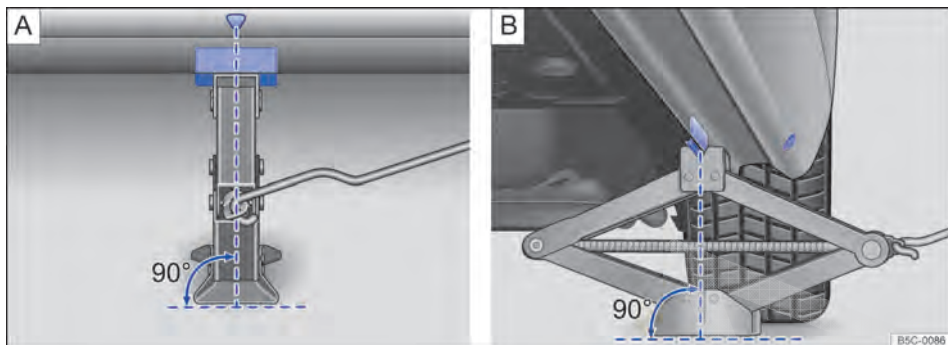

Fig. 246 Macaco posicionado no lado esquerdo traseiro do veículo.
8. Garantir que a base do macaco, com toda sua superfície, esteja sobre o chão e que a base se encontre perpendicularmente abaixo do ponto de colocação → Fig. 246.
9. Alinhar o macaco e, simultaneamente, levantar a garra do macaco até ela se encaixar na travessa debaixo do veículo → Fig. 246.
- Posicionar o macaco somente nos pontos indicados. A garra do macaco deve se encaixar no perfil da longarina de forma segura → Fig. 246.